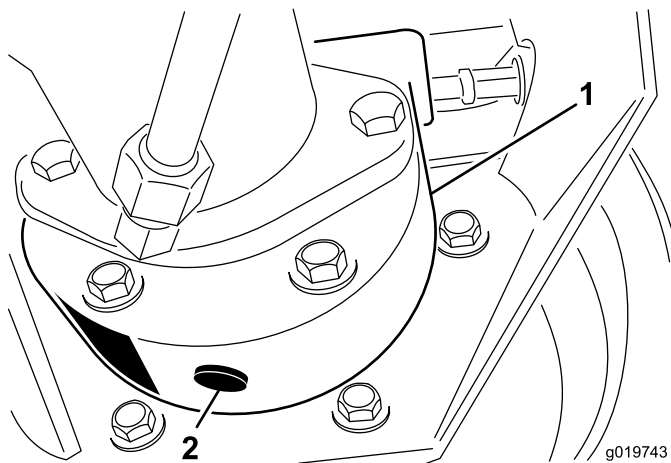

Figura 70
3. Coloque outro recipiente de escoamento por baixo da caixa do travão, retire o tampão e deixe o óleo escorrer para o recipiente (Figura 70).